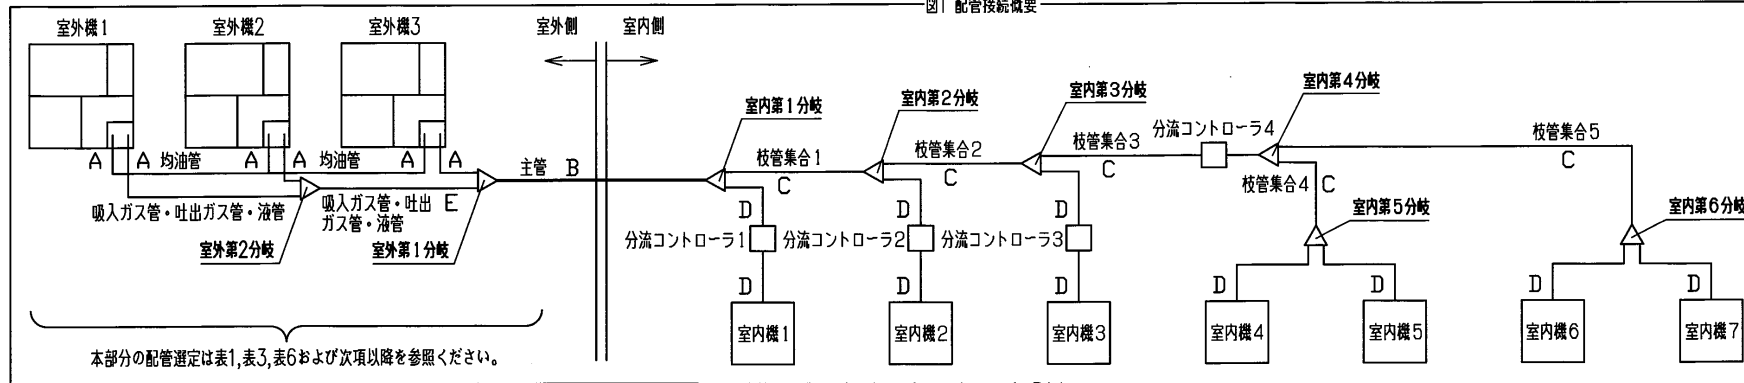

図1 配管接続概要
(1) 室外機～室外機間の分岐管：図1のA部
(2) 主管（室外機間の分岐～室内機間の第一分岐）：図1のB部
(3) 3台組合せ用室外機間配管選定：図1のE部
(4) 室内機間の第一分岐～室内機間の分岐：図1のC部
但し、主管（図1のB部）サイズを超えないでください。
(5) 室内機分岐～室内機間：図1のD部